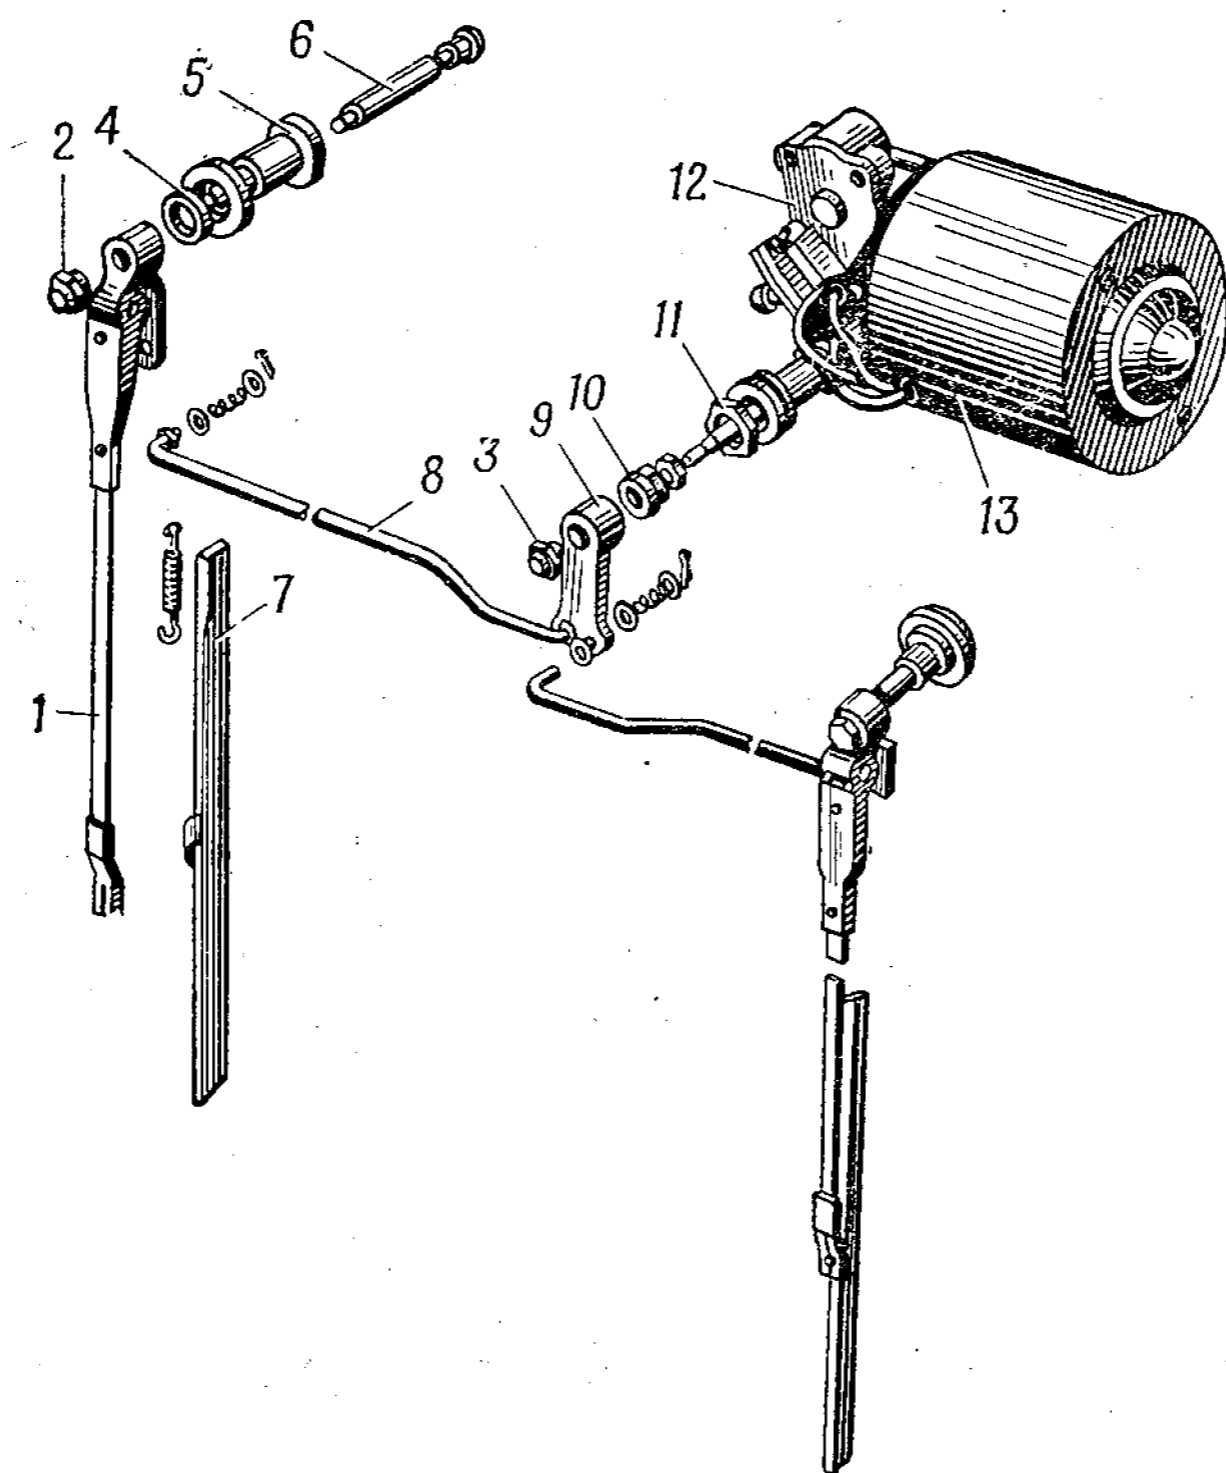
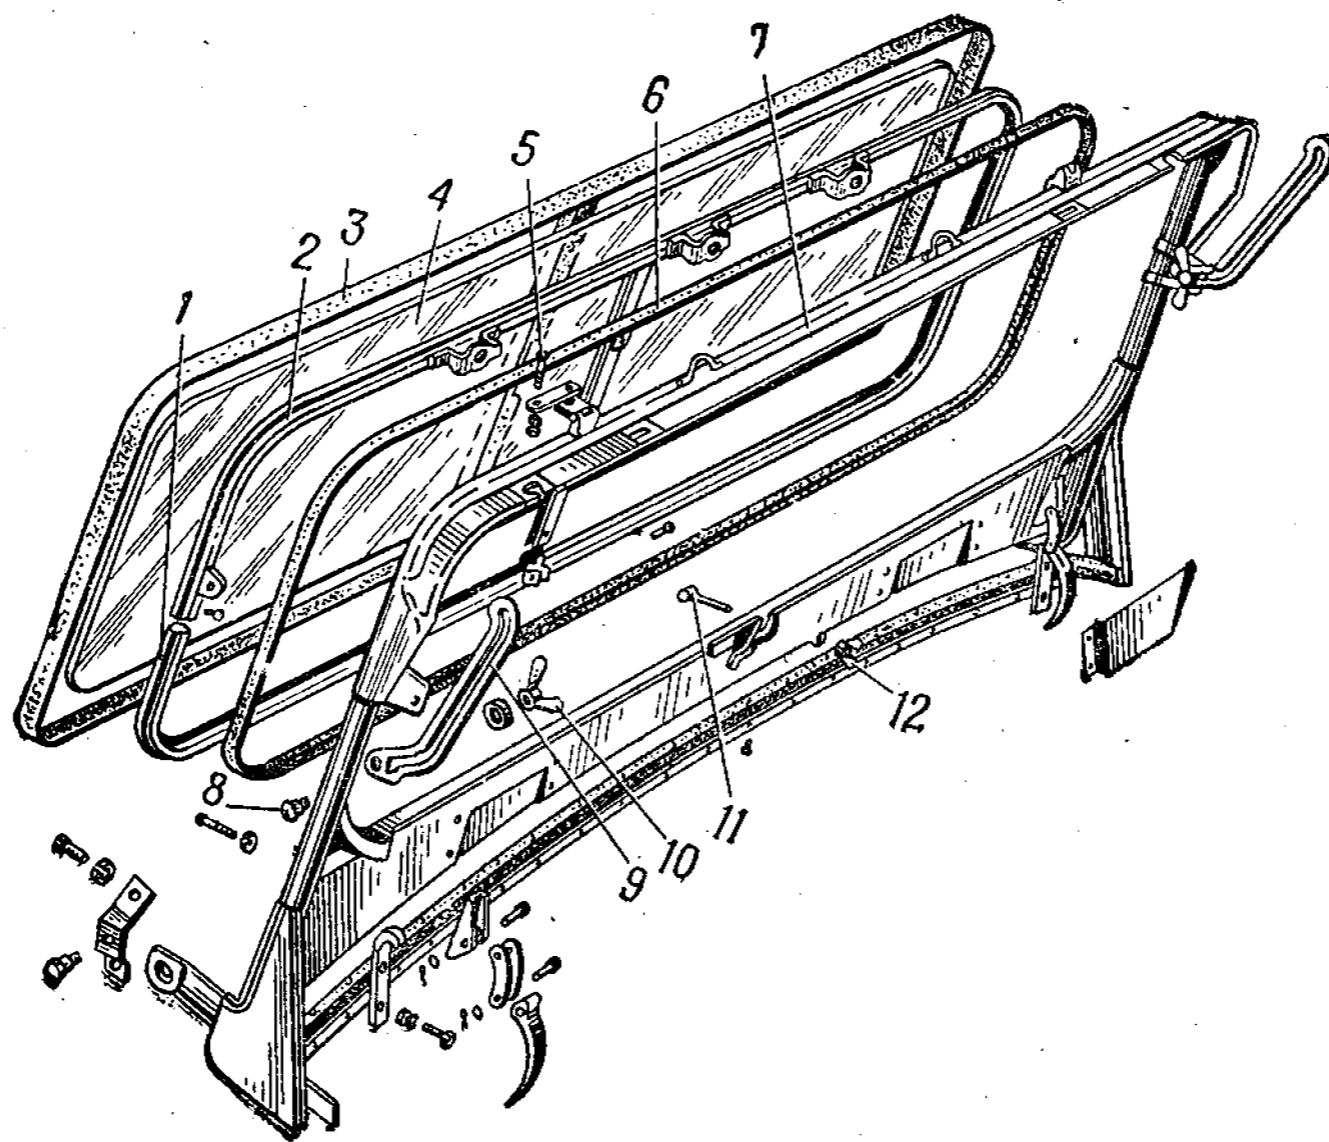

Рис. 53. Стеклоочиститель:
Рис. 54. Ветровое окно:
<p>2. Отвернуть гайку 3 (рис. 53) крепления рычага 9 привода тяг 8 и снять рычаг с вала редуктора. Отвернуть колпачковую гайку 10 сальника вала</p>	<p>Ключ 10—12</p>
<p align="center">Снятие стекла ветрового окна</p> <p>1. Вынуть ремни крепления тента к кузову из скоб и снять тент со скоб крепления</p> <p>2. Снять переднюю часть тента с крюков рамы ветрового окна. Переходы 1 и 2 выполняются только на автомобилях ГАЗ-69 всех модификаций</p> <p>3. Вывернуть винты крепления кронштейнов правого и левого противосолнечного козырьков и снять их с рамы ветрового окна</p> <p>4. Отвернуть гайку крепления зеркала заднего вида со стержня и снять зеркало с рамы ветрового окна</p> <p>5. Расшплинтовать тяги 8 (рис. 53), снять шайбы пружины и тяги с рычага 9. Отвернуть гайки 2 крепления рычагов 1 щеток 7 к осям 6 и снять рычаги в сборе с тягами и щетками с осей</p> <p>6. Снять редуктор стеклоочистителя в сборе с электродвигателем (см. операционную карту № 54, переходы 1—3)</p> <p>7. Отвернуть гайку-барашек 12 (рис. 54) со шпильки 11 запора ветрового окна</p> <p>8. Отвернуть зажимы 10 кулис на тричетыре оборота и подать ветровое окно вперед. Вывернуть винты 8 крепления кулис к раме 2 и снять их с рамы</p> <p>9. Вывернуть винты 5 крепления рамы 2 к петлям каркаса 7 и снять раму в сборе со стеклом</p> <p>10. Снять прокладку 3 и уплотнитель рамы 2</p> <p>11. Вывернуть пять винтов крепления нижней части рамы 1 к вкладышам верхней части рамы 2 и снять нижнюю часть рамы</p>	<p align="center">—</p> <p align="center">—</p> <p align="center">Ключ 10—12; отвертка В 175×0,7</p> <p align="center">Ключ 12—14</p> <p align="center">Плоскогубцы 150; ключ 10—12</p> <p align="center">—</p> <p align="center">Отвертка В 175×0,7</p> <p align="center">Ключ 8—10; отвертка В 175×0,7</p> <p align="center">Отвертка В 175×0,7 То же</p>
20. Установить рычаги 1 (рис. 53) щеток 7 в сборе с тягами 8, навернуть и затянуть гайки 2 их крепления, свободные концы тяг 8 вставить в отверстия рычага 9, установить шайбы, пружины и зашплинтовать	Ключ 10—12; плоскогубцы 150
22. Установить правый и левый противосолнечные козырьки кронштейнами на каркас 7 (рис. 54) ветрового окна и ввернуть винт крепления кронштейна	Ключ 10—12; отвертка